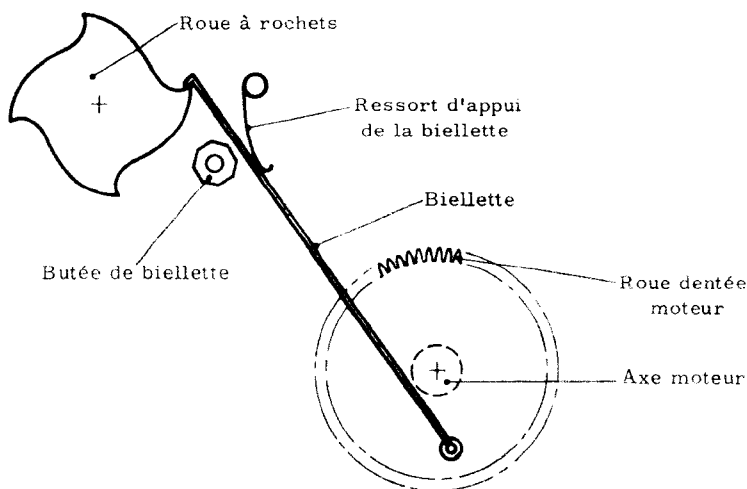

Fig. 46 - Échange du moteur de télécommande.
- Remonter le tout en positionnant la biellette de la façon suivante (fig. 46) :
- Réglage de la biellette : Le bouton S 6 étant en position encliquetée sur un des quatre canaux, faire tourner le moteur et l'arrêter dans la position extrême basse de la biellette au moyen de l'interrupteur MARCHE-ARRÊT-TÉLÉCOMMANDE S 7, régler la roue dentée après l'avoir débloquée de façon que l'extrémité de la biellette soit engagée dans un cran de la roue à rochets motrice (voir fig. 46). Rebloquer la roue dentée et vérifier le bon fonctionnement en faisant quelques positionnements.